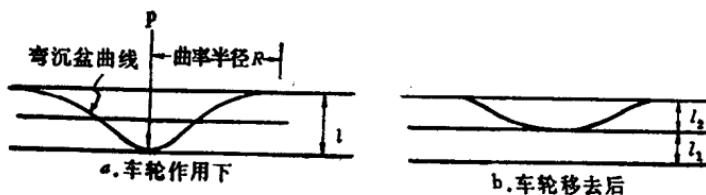

图2 路面弯沉
1.什么叫路面弯沉呢？路面在汽车行走的作用下，表面就会产生垂直变形（图2）我们把它叫做路面弯沉。弯沉值反映大小，主要取决于面层、基层和土基的强度。因此采用弯沉仪来实测弹性弯沉值 $l_1$ ，作为路面强度的指标。